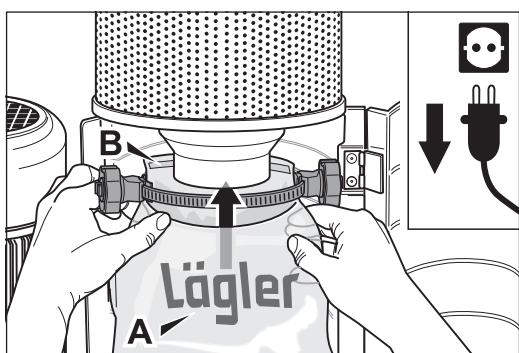

Fig. 16 Observez la bonne position du sac à poussière dans le réservoir (impression vers l'avant, bande collante vers l'arrière).
- 9 Tirez l'ouverture du nouveau sac à poussière sur la tubulure du séparateur de poussière. Le texte imprimé sur le sac à poussière doit être dirigé vers vous (fig. 16).